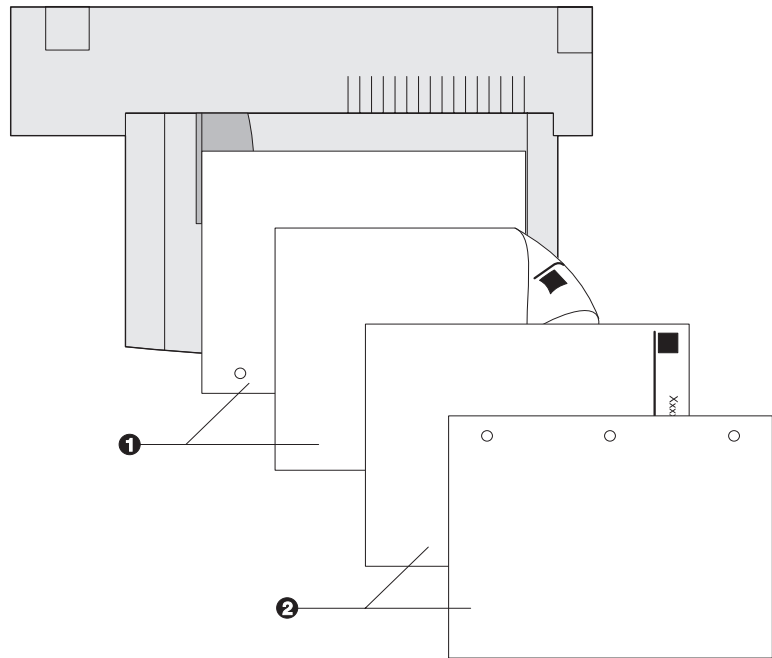

Figura 2.5 Orientamento della carta nell'alimentatore bypass da 50 fogli (alimentazione lato corto)
- 2** Posizionare la carta lungo il lato destro dell'alimentatore bypass (fare riferimento alla Figura 2.4 a pagina 2-19, alla Figura 2.5 a pagina 2-20 per l'orientamento della carta e alla Figura 2.6 a pagina 2-21 per l'orientamento delle buste).